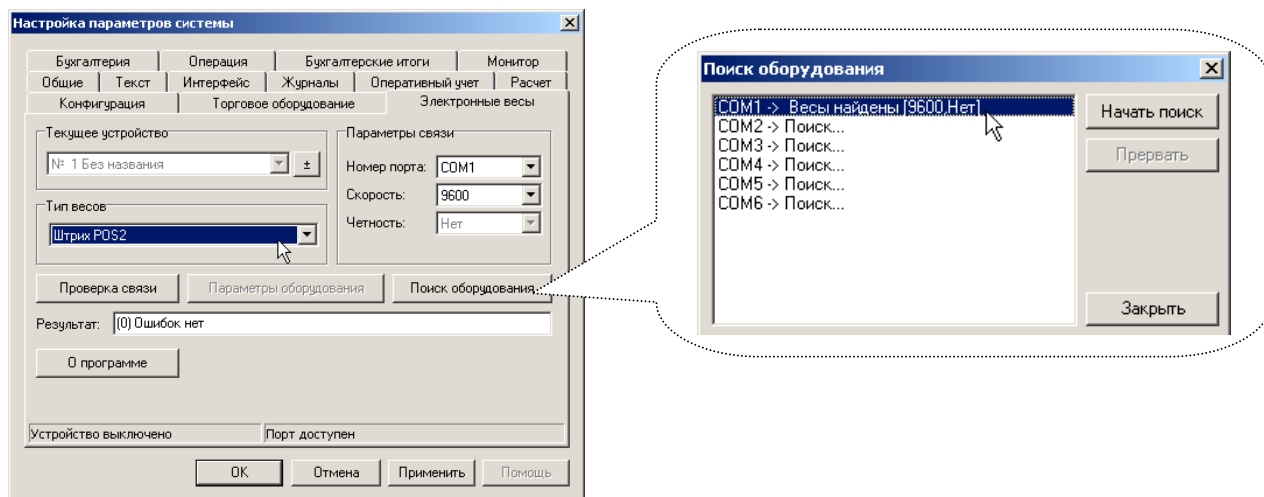

Рис.3
- В меню «Сервис -> Параметры» появится закладка страницы свойств драйвера весов. Выбрать тип весов: Штрих POS2. Нажмите кнопку «Поиск оборудования». Если поиск успешен – напротив номера COM-порта появится надпись «Весы найдены». Двойным кликом мыши выберите их (рис.3). Нажать кнопку «Проверка связи» - в строке результат можно видеть текущую массу товара на весах. В случае неудачного поиска необходимо проверить физическое подключение устройства к компьютеру и работоспособность данного COM-порта системного блока.